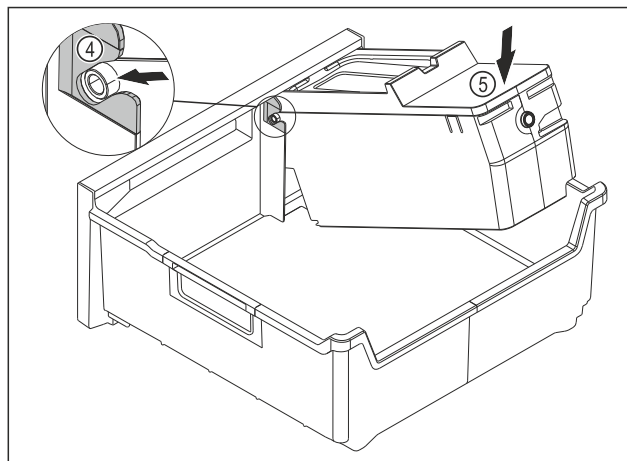

Fig. 149
- Montera EasyTwist-Ice-enheten: Skjut in axlarna på EasyTwist-Ice-enheten i styrningarna Fig. 149 (4).
- Tryck EasyTwist-Ice-enheten Fig. 149 (5) baktill nedåt.